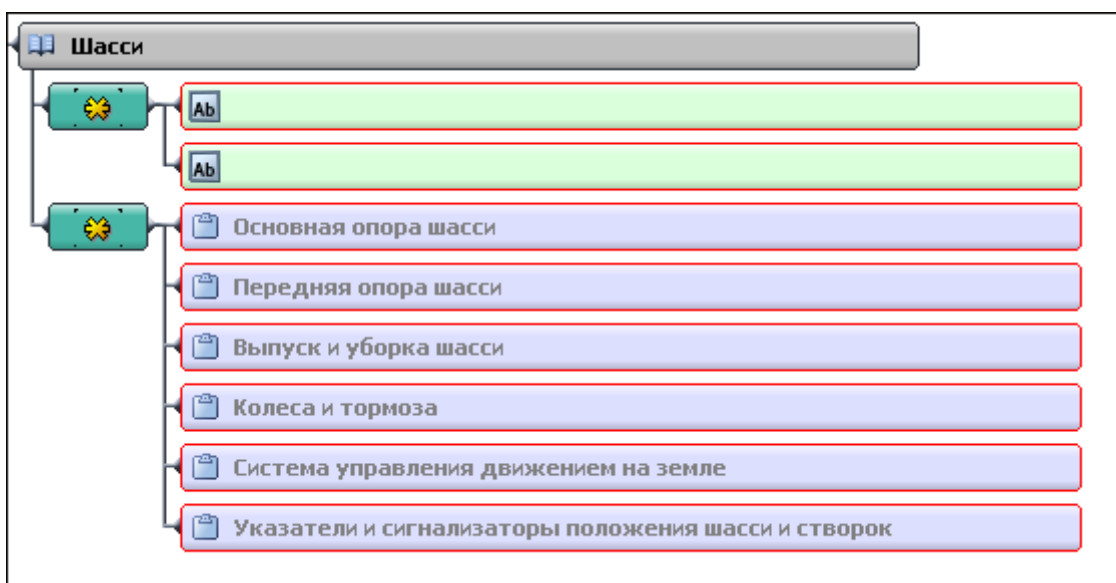

Рис. 2.45
3. Введите следующие названия для элементов **Подсистема**, из которых состоит система «Шасси» (Рис. 2.45):